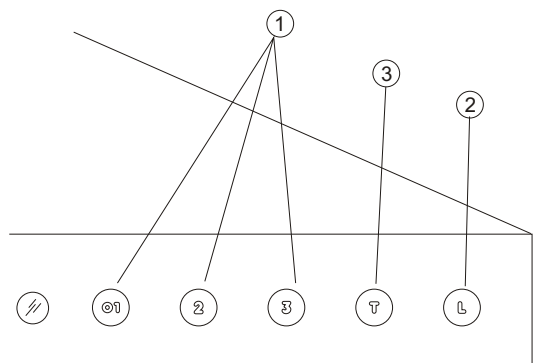
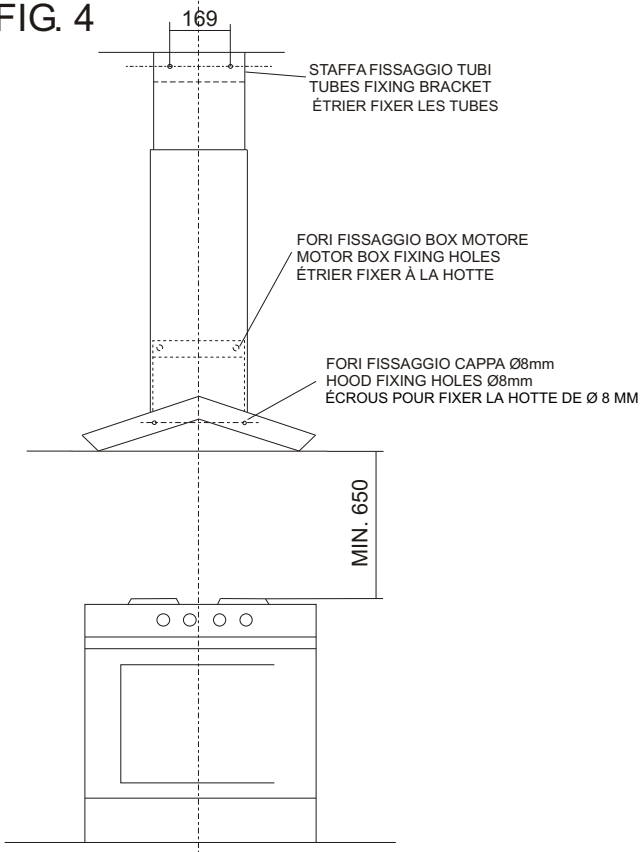

FIG. 4
FIG. 5
- 1) Stabilire la distanza tra il piano di cottura e la cappa (Fig. 4).
- 2) Solo in caso che si usa la riduzione a 125 mm (4"59/64) fissare la flangia (Fig. 5/H) sull'uscita del motore.
- 3) Preparare i fori sul muro per il fissaggio dell'insieme motore-cappa (Fig. 5/L), alla giusta distanza dal piano di cottura come in allegato, dopodiché appendere la cappa al muro (Fig. 4).
tasselli (Fig. 5/O). Per alcuni modelli provvisti di staffa rinforzo (Fig. 2/1) è sufficiente solamente bloccare la stessa con viti + tasselli, forniti in dotazione, negli appositi fori (Fig. 2/2).
- 5) Collegare alla flangia un tubo uscita aria Ø 150(5"29/32) o Ø 125 mm (4"59/64) (Fig. 5/F) non fornito a corredo. **ATTENZIONE:** Per ridurre il rischio di fuoco usate solo tubazioni metalliche. Assicurarsi che tutte le parti siano ben fissate e che le parti in movimento siano ben protette.
- 1) Fissare la staffa al muro (Fig. 5/C) in base all'altezza desiderata dei tubi, tramite le due viti con tassello (Fig. 5/A).
- 2) Fissare il tubo corto (Fig. 5/D) alla staffa tramite le due viti (Fig. 5/B).
- 3) Applicare dal davanti il tubo lungo (Fig. 5/E) allargando leggermente le due facce laterali.
- 4) Fissare agendo dall'interno il tubo lungo alla cappa tramite le due viti (Fig. 5/Q), dopo aver inserito i dadi in gabbia.